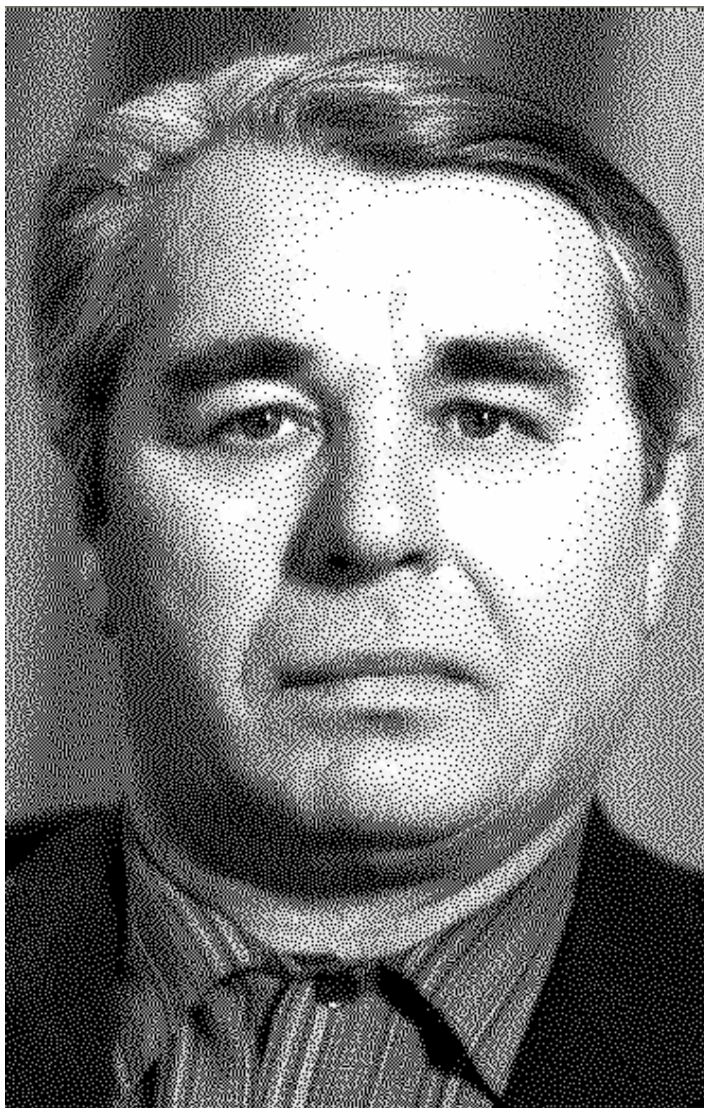

Рис. 4.2. Исходный портрет без ретуши в программе Grave.
- исходный портрет в программе Grave без ретуши (Рис. 4.2),
При просмотре в программе Grave в масштабе 100% портрет будет таким, каким он получится на камне. На не ретушированном портрете (Рис. 4.2) видны недостатки: